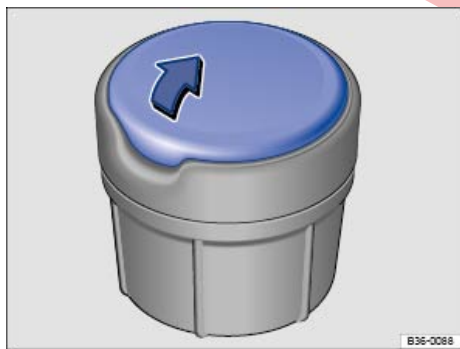

Fig. 160 Cenicero portátil.
- Para *abrirlo*, levante la tapa del cenicero en el sentido de la flecha ⇒ fig. 160.